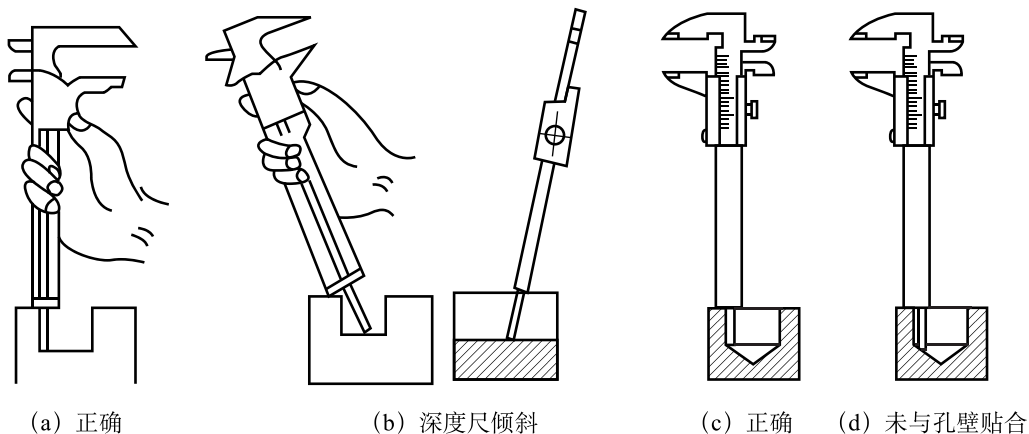

图 1-26 测量深度尺寸的方法
(4) 测量孔深时, 应使深度尺的测量面紧贴孔底, 游标卡尺的端面与被测量工件的表面接触, 且深度尺要与孔底平面垂直, 不可倾斜, 如图 1-26 所示。
(5) 读数时, 游标卡尺应置于水平位置, 视线垂直于刻线表面, 避免因视线歪斜而造成读数误差。
(6) 不要测量毛坯面 游标卡尺仅用于测量光整的表面, 表面粗糙的毛坯件不能用游标卡尺测量。